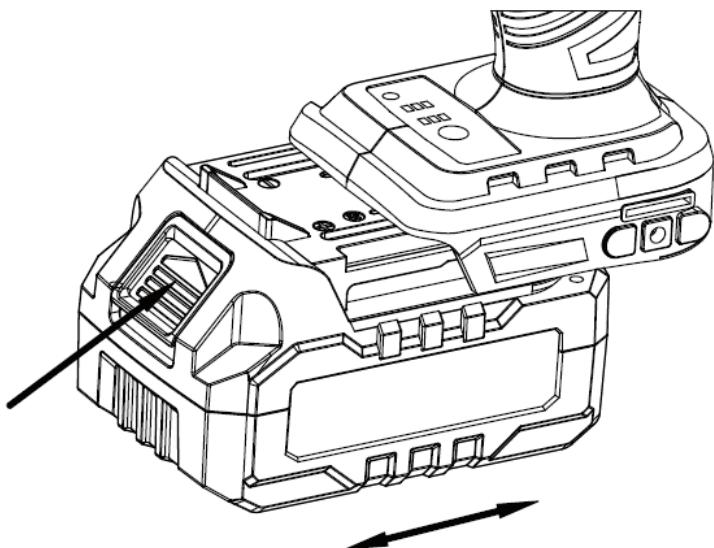

Рис. 2
b. Установка и снятие перезаряжаемой аккумуляторной батареи (Рис. 2)